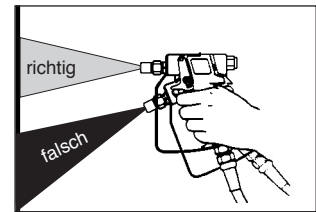

Abb. 60: Spritzwinkel
- Halten Sie die Spritzpistole im rechten Winkel (90°) zur der zu spritzenden Fläche. Sobald Sie die Spritzpistole in einem anderen Winkel halten, wird die Beschichtung ungleichmäßig und fleckig (siehe Abb. 60).